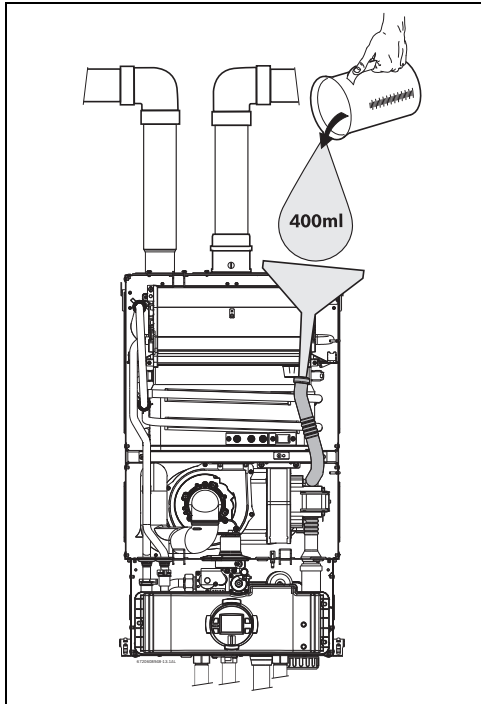

Fig. 56 Llenado del depósito de agua después de la instalación
- ▶ Llenar el depósito de aguas condensadas con aproximadamente 400ml de agua a través del tubo de condensados. Para evitar daños en el aparato utilice un embudo en la extremidad del tubo (consultar Fig. 56 ).
- ▶ Colocar la caja electrónica en la posición de "Mantenimiento", encajando las aletas en los orificios de la chapa metálica inferior de la caja estanca (consultar Fig.56).